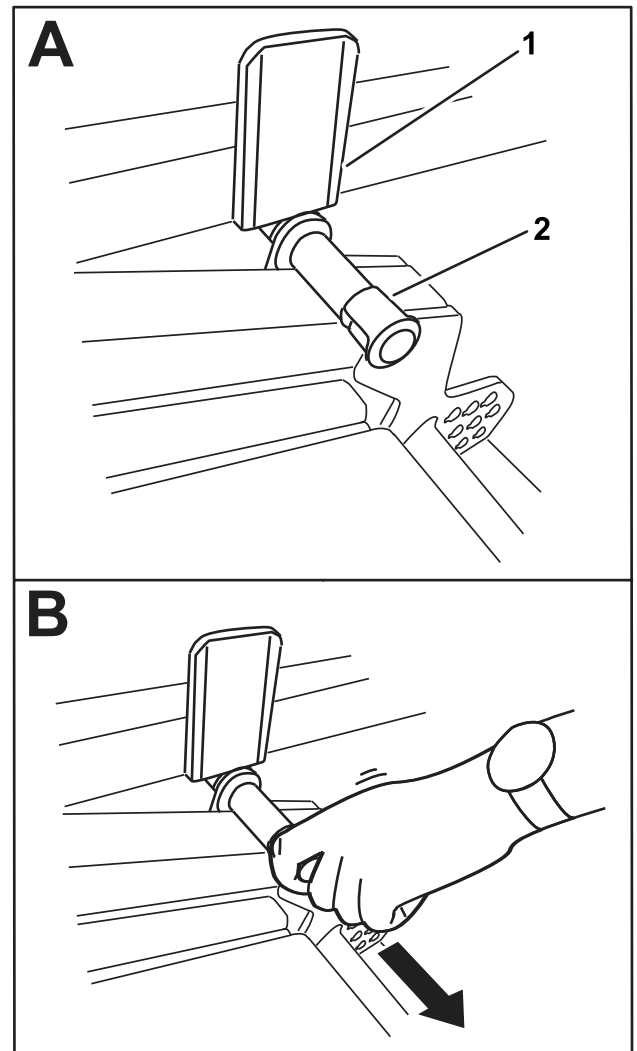

Figure 42
2. Faites pivoter l'unité de coupe lentement vers le bas jusqu'à ce que la goupille touche la plaque du bras de levage (A de la Figure 42).
3. Appuyez sur l'unité de coupe avec le pied et et tirez sur la goupille (B de la Figure 42) pour permettre à l'unité de coupe de se stabiliser à la position TRANSPORT.